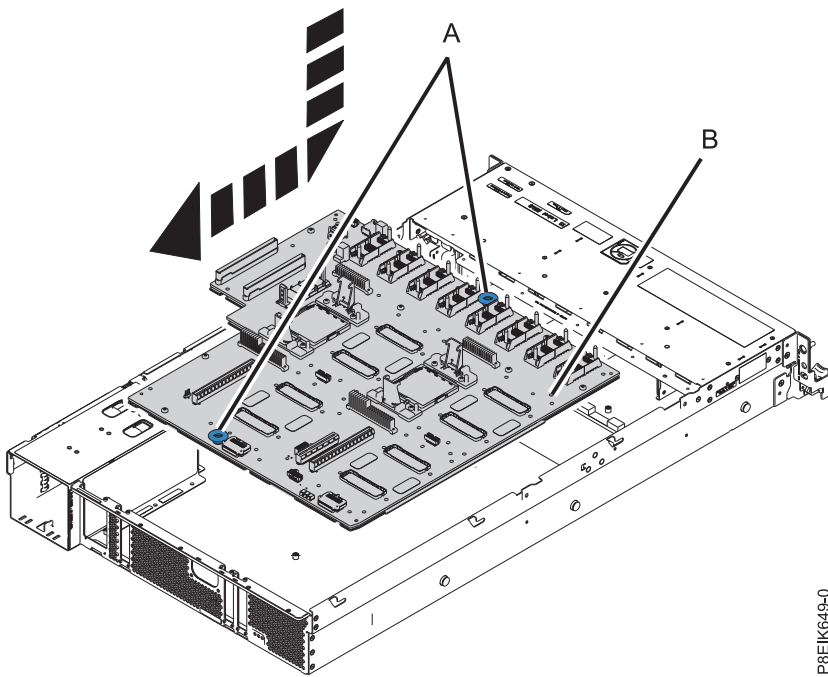

Figure 146. Descente du fond de panier système et mise en place dans le système
3. Tenez le fond de panier système (**B**) par les points de levage bleus (**A**), descendez-le dans le système et faites-le glisser vers l'arrière (voir figure 146, à la page 130). Assurez-vous que les connecteurs sont alignés et passent à travers les orifices arrière du système.